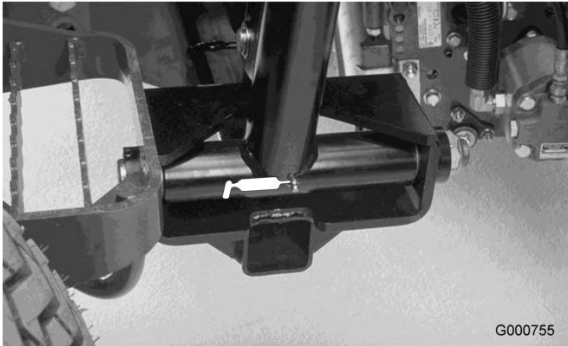

Figura 47
- Perno del braccio di sollevamento (3) (Figura 47)